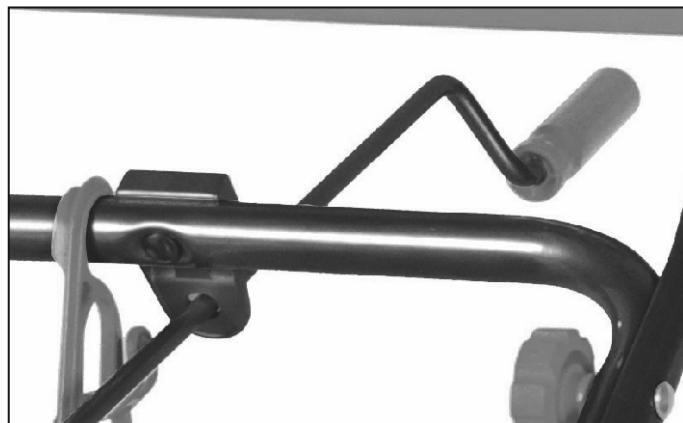

Рис. 8
2. Соединить верхнюю и нижнюю части рычага управления желобом (См. Рис. 8)